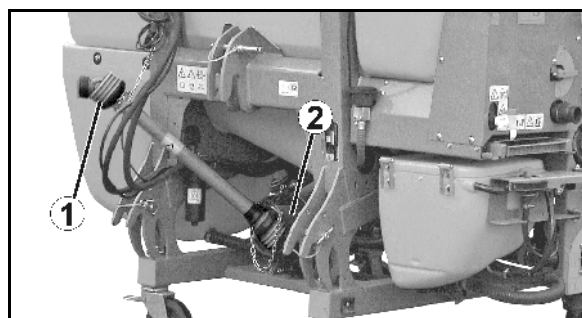

Fig. 12
- Fig. 12/...
- (1) Kraftoverføringsakselvern
- (2) Vernetrakt på maskinsiden